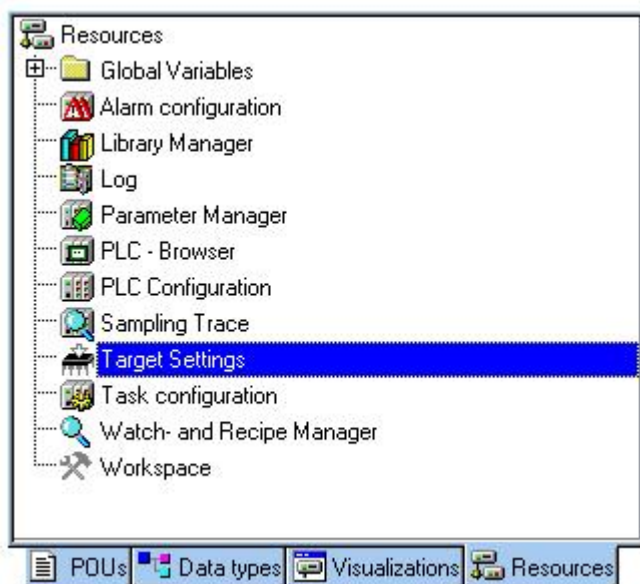

Рис. 1.1
1. На вкладке *Resources* найдите пункт *Target Settings* (рис. 1.1).